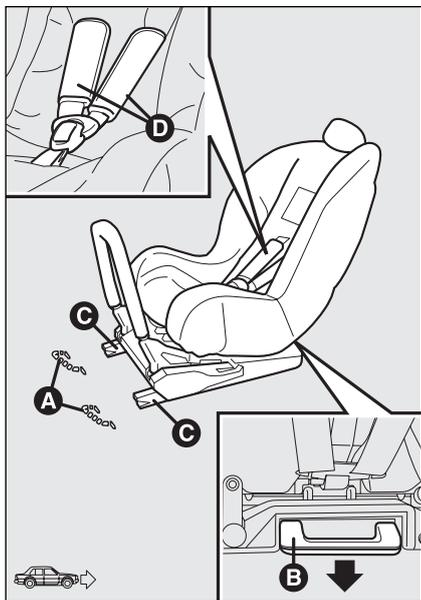

fig. 15
Pour les enfants qui appartiennent à ce groupe de poids (jusqu'à 13 kg) le siège-enfant est tourné en arrière et l'enfant est retenu par les ceintures **D**-fig. 15 du siège-enfant.
- s'assurer que le levier de désancrage **B**-fig. 15 soit en position de repos (rentrée);